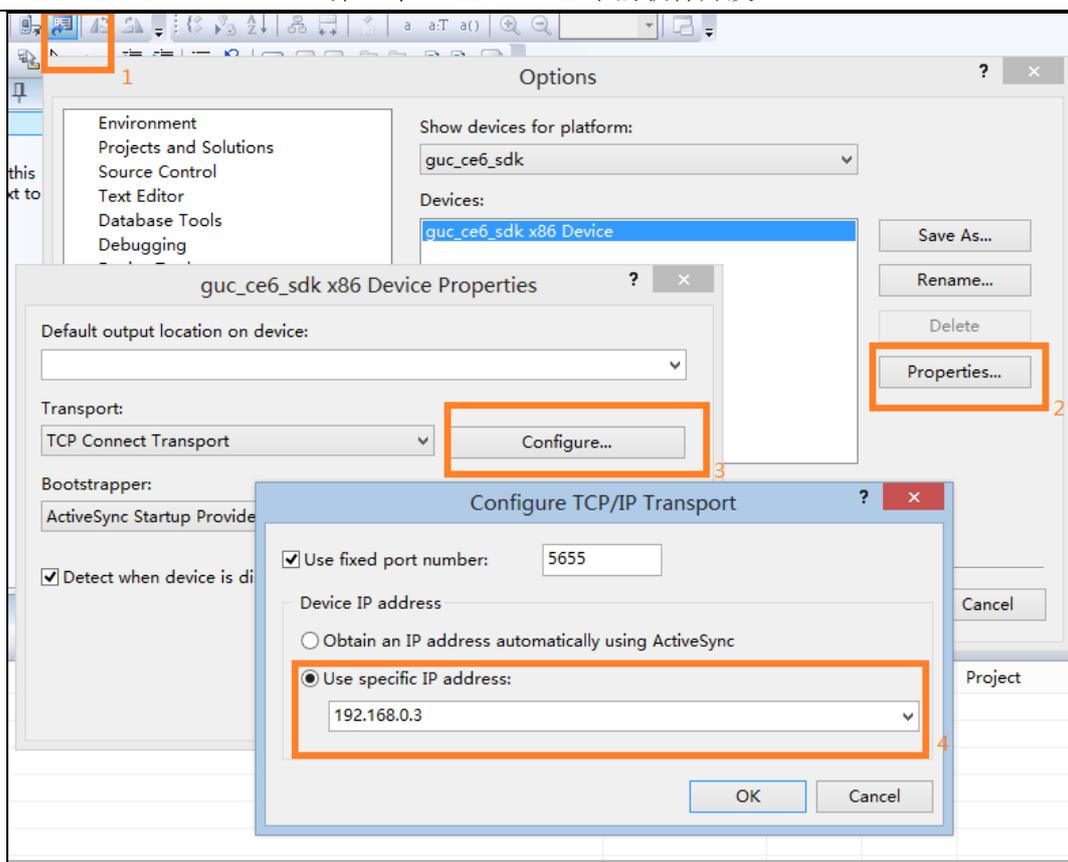

图 5-6 TCP/IP Transport Configure 对话框
- Visual Studio 端的配置。如下图所示，点击‘Device Options’图标（或者通过点击菜单‘Tools’—‘Options’—‘Devices’）打开设备配置对话框。然后按照下面的过程，配置控制器的 IP 地址。如图 5-6 所示。